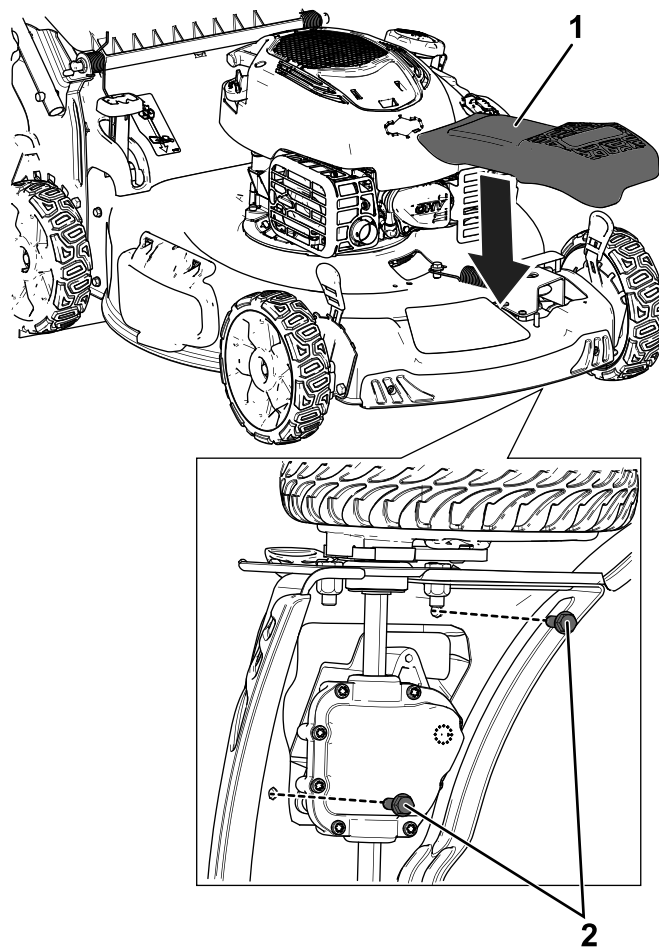

Рисунок 8
3. Установите привод ножа и проложите оба ремня вокруг него, как показано на Рисунок 8.